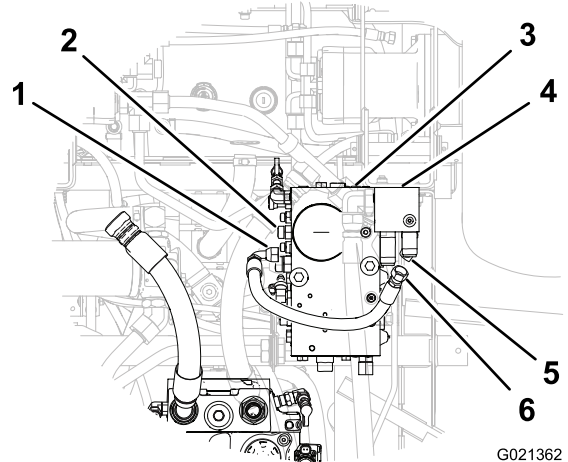

Bild 7
1. Nehmen Sie das interne Schlauchanschlussstück für den Fahrtriebschlauch vom Hydraulikanschlussstück im Port (CH1) des Kombinationsverteilers ab (Bild 7).